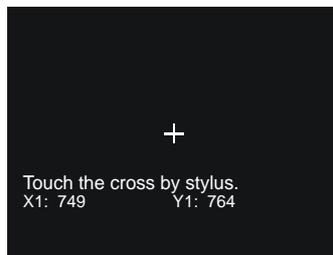

Fig.2
- ✓ El teclado almacena las coordenadas del punto y moverá el símbolo "+" al centro de la pantalla (Fig.2).